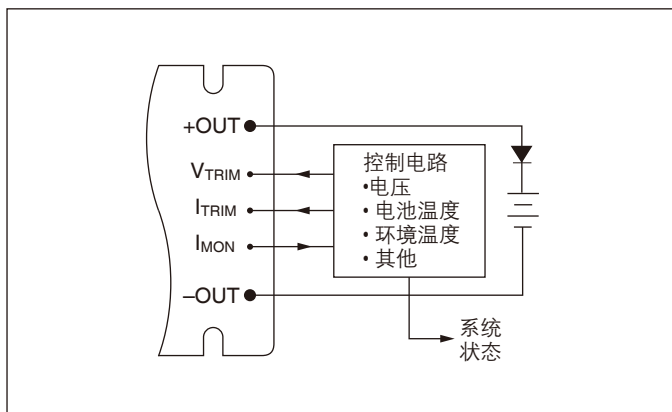

图11-4 — 先进电池充电系统中的BatMod
**先进高级电池充电器。**许多新的电池技术需要精密的充电和监控系统, 以保持其高性能和延长其使用寿命。BatMod作为构建先进电池管理系统的一个理想的构建块, 通常采用基于微处理器的控制电路, 很容易满足各种电池化学和监控功能 ( 图11-4 ) 。